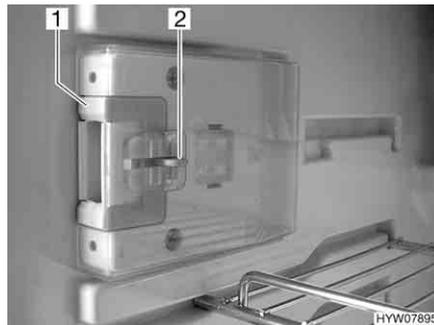
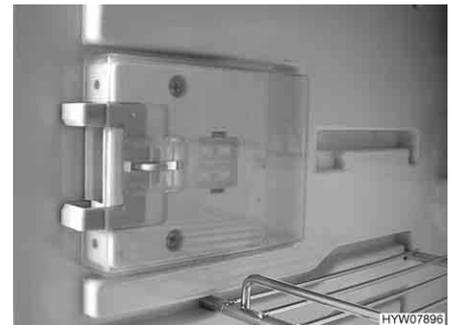

Bild 199 Verschlusseinrichtung in Normalstellung
Bild 200 Verschlusseinrichtung in Lüftungsstellung
- Die Entriegelung (Bild 199,2) eindrücken.
- Die Verschlusseinrichtung (Bild 199,1) nach vorn schieben (Bild 200).